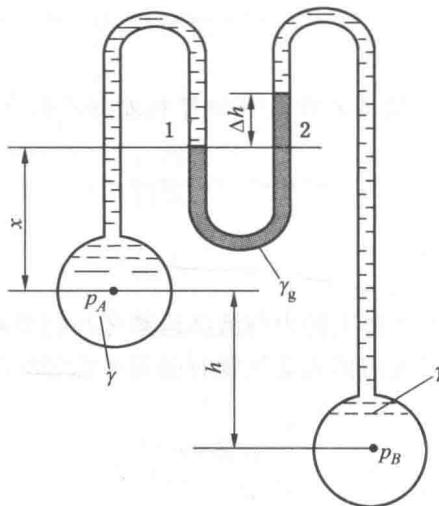

图 1-7 题 7
7. 已知图 1-7 中压差计的读数 $\Delta h = 0.36 \text{ m}$, 两盛水容器的位置高差 $h = 1 \text{ m}$, 求两容器中心处的压力差 $p_A - p_B$ 。